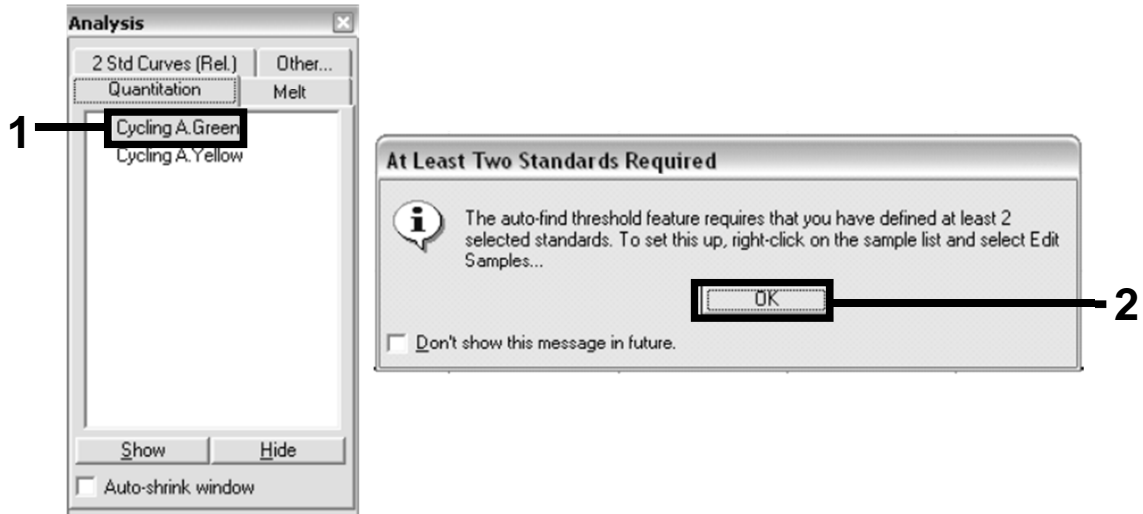

Figure 9. Quantitation (Quantification) : « Cycling A. Green » (Cycle A vert)
18. Dans la boîte de dialogue « Analysis » (Analyse, figure 9), double-cliquer sur « Cycling A Green » (Cycle A vert) puis sur « OK ». Répéter l'opération pour « Cycling A Yellow » (Cycle A jaune).